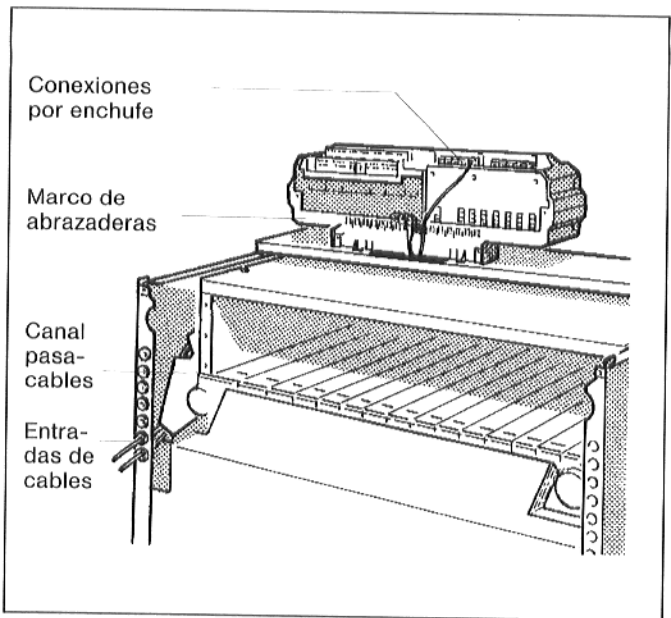
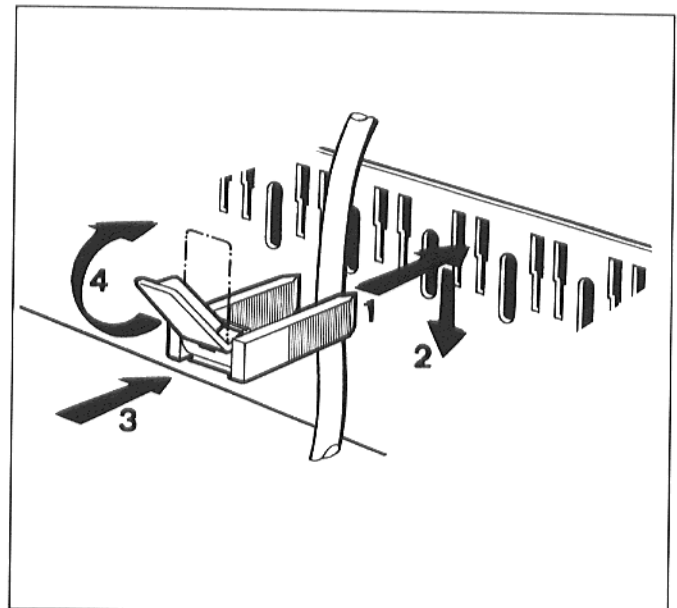

Fig. 7 : G\_324 LDZ/LDN
Fig. 9 : Asegurar la línea con la abrazadera de cables
- Tender la línea para la sonda de temperatura del gas de escape con el lado de conexión desde atrás por una de las entradas de cables en el canal pasacables y conducirla por el orificio en la cubierta delantera de la caldera hacia el aparato de regulación (fig. 7).
- Realizar la conexión en la conexión por enchufe siguiendo el esquema de conexiones (fig. 7).
- Colocar la abrazadera de cables con la línea colocada desde arriba en las ranuras del marco de abrazaderas (fig. 7); la pieza de unión de la palanca tiene que señalar hacia arriba. Mover la abrazadera de cables hacia abajo y apretar en contra. Doblar la palanca hacia arriba (fig. 9).